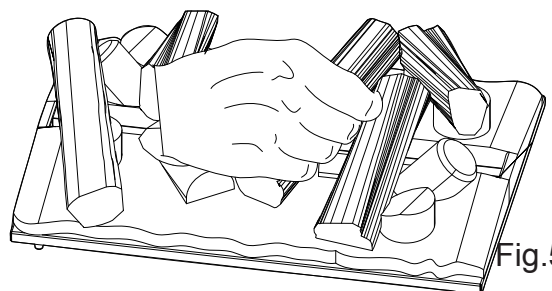

Fig.5
1. Trykk bryter "A" i "AV"- (0) stilling
4. Frakoble den elektriske forbindelsen på høyre side av kummen. (Fig. 5)